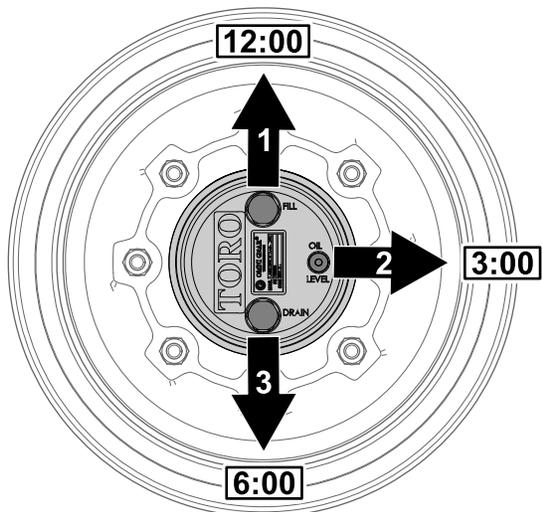

Figure 58
1. Garez la machine sur une surface plane et horizontale, tournez la roue de sorte que le bouchon de remplissage soit à la position 12 heures, le bouchon de contrôle soit à la position 3 heures et le bouchon de vidange soit à la position 6 heures (Figure 58).
2. Retirez le bouchon de contrôle à la position 3 heures (Figure 58).
position 3 heures et le bouchon de vidange soit à la position 6 heures ; voir Figure 58 sous Contrôle du niveau de lubrifiant du train planétaire (page 56).